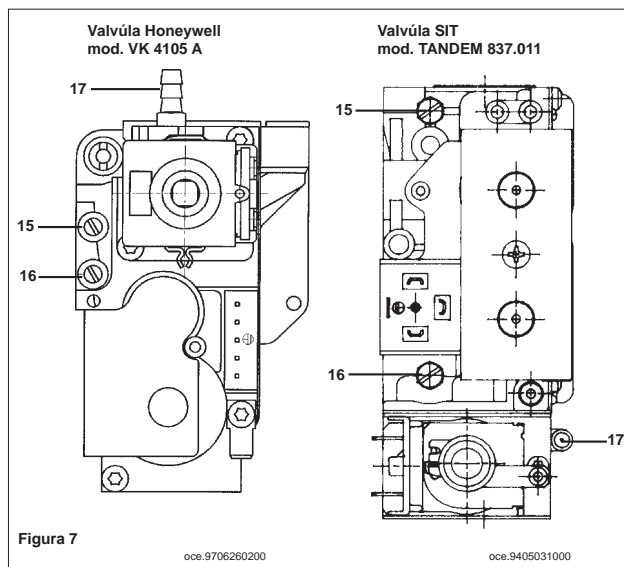

Figura 7
Le modalità di taratura del regolatore di pressione sono leggermente differenti a seconda del tipo di valvola del gas utilizzata (HONEYWELL o SIT vedi figura 7).
Las modalidades de calibrado del regulador de presión difieren ligeramente según el tipo de válvula del gas utilizada (Honeywell o Sit, véase figura 7).
- collegare la presa di pressione positiva di un manometro differenziale, possibilmente ad acqua, alla presa di pressione (15) della valvola del gas (figura 7 a pagina 20). Collegare la presa negativa dello stesso manometro ad un apposito "T" che permetta di collegare insieme la presa di compensazione della caldaia, la presa di compensazione della valvola del gas (17) ed il manometro stesso. (Una pari misura può essere effettuata collegando il manometro alla presa di pressione (15) e senza il pannello frontale della camera stagna);
- conectar la toma de presión positiva de un manómetro diferencial, posiblemente de agua, a la toma de presión (15) de la válvula del gas (figura 7 en página 20). Conectar la toma negativa del mismo manómetro a un especial "T" que consienta conectar entre ellos la toma de compensación de la caldera, la toma de compensación de la válvula del gas (17) y el manómetro mismo. (Se puede efectuar una medición equivalente conectando el manómetro a la toma de presión (15) y sin el panel frontal de la cámara estanca);
- verificare che la pressione dinamica di alimentazione della caldaia, misurata alla presa di pressione (16) della valvola del gas (figura 7) sia quella corretta (30 mbar per il gas butano, 37 mbar per il gas propano o 20 mbar per il gas naturale);
- *controlar que la presión dinámica de alimentación de la caldera, medida en la toma de presión (16) de la válvula del gas (figura 7), sea correcta (28 mbar para el gas butano, 37 mbar para el gas propano o 20 mbar para el gas natural);*
- collegare la presa di pressione positiva di un manometro differenziale, possibilmente ad acqua, alla presa di pressione (15) della valvola del gas (figura 7 a pagina 20). Collegare la presa negativa dello stesso manometro ad un apposito "T" che permetta di collegare insieme la presa di compensazione della caldaia, la presa di compensazione della valvola del gas (17) ed il manometro stesso. (Una pari misura può essere effettuata collegando il manometro alla presa di pressione (15) e senza il pannello frontale della camera stagna).
- conectar la toma de presión positiva de un manómetro diferencial, posiblemente de agua, a la toma de presión (15) de la válvula del gas (figura 7 en página 20). Conectar la toma negativa del mismo manómetro a un especial "T" que consienta conectar entre ellos la toma de compensación de la caldera, la toma de compensación de la válvula del gas (17) y el manómetro mismo. (Se puede efectuar una medición equivalente conectando el manómetro a la toma de presión (15) y sin el panel frontal de la cámara estanca).
- verificare che la pressione dinamica di alimentazione della caldaia, misurata alla presa di pressione (16) della valvola del gas (figura 7 pagina 15) sia quella corretta (30 mbar per il gas butano, 37 mbar per il gas propano o 20 mbar per il gas naturale).